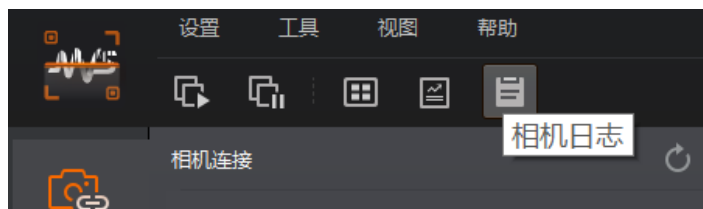

图3-69 进入相机日志窗口
1. 在 IDMVS 客户端的控制工具条中，单击图标打开“相机日志”窗口，如图 3-69 所示。